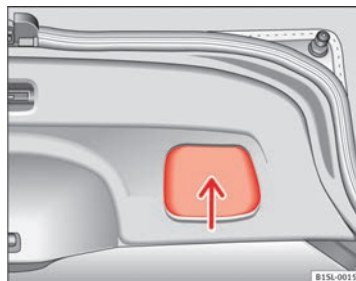

Fig. 23 Hayon ouvert : cavité pour tirer.
- Saisissez la cavité du revêtement intérieur du hayon ⇒ fig. 23 (flèche).